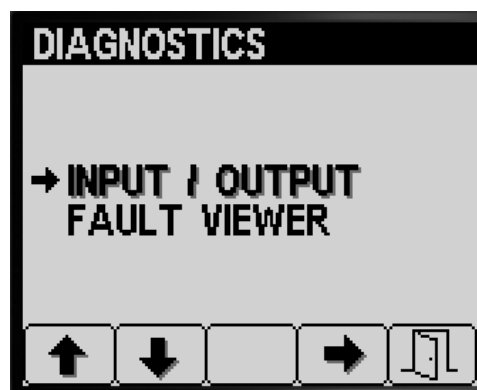

Figura 84
1. Pulse el botón 1 o el botón 2 en la pantalla Diagnostics (Diagnósticos) hasta que llegue a la opción INPUT/OUTPUT (entradas/salidas) (Figura 84).
2. Pulse el botón 3 para seleccionar la opción INPUT/OUTPUT (entradas/salidas) (Figura 84).
4. Pulse el botón 5 para salir de la pantalla INPUT/OUTPUT (entradas/salidas), y volver a la pantalla DIAGNOSTIC (diagnósticos) (Figura 84).